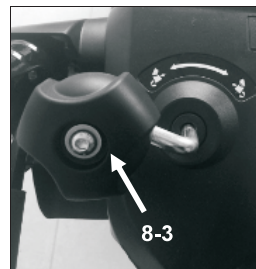

Bild 22
8.3.3.1 Justera snöutkastets riktning genom att justera utkastningsreglaget (8-3) (Bild 22)